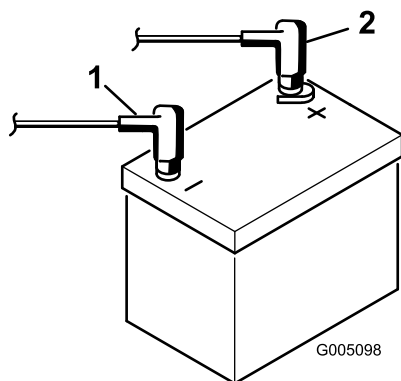

図 6
2. スタータからの赤いケーブルを端子に固定する 図 6。レンチで締め付けて固定し、ワセリンを塗布する。運転席を一番後ろの位置にセットしたときでも運転席がケーブルに干渉しないことを確認する。干渉するとケーブルが破損する。